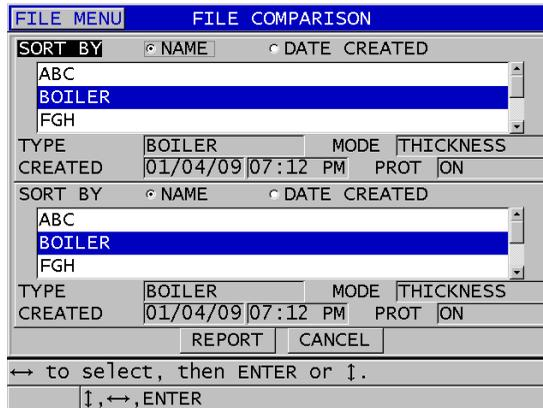

Abbildung 11-33 Das 1. Fenster des DATEIVERGLEICHS
6. Im Fenster **VERGLEICH** (siehe Abbildung 11-33 auf Seite 231):